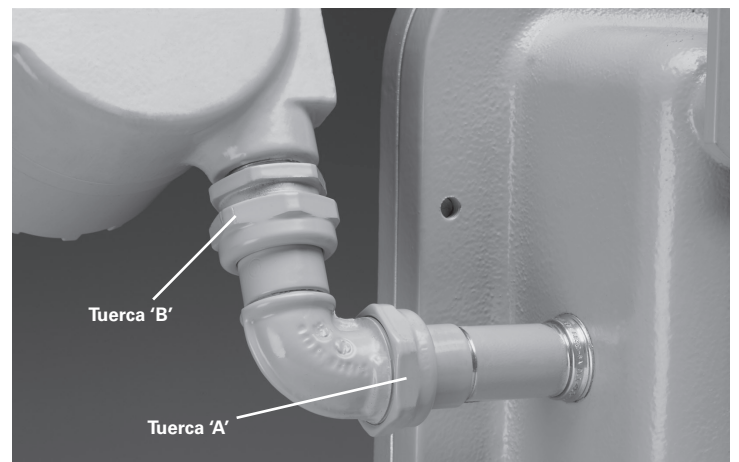

Figura 2. Luminaria EVLAM2
4. Ajuste la(s) luz/luces de emergencia EVLAM2 hacia la dirección deseada de iluminación y bloquee la posición usando una llave de extremo abierto de 1-5/8" y gire a 58 lb-ft. Consulte la Figura 2.